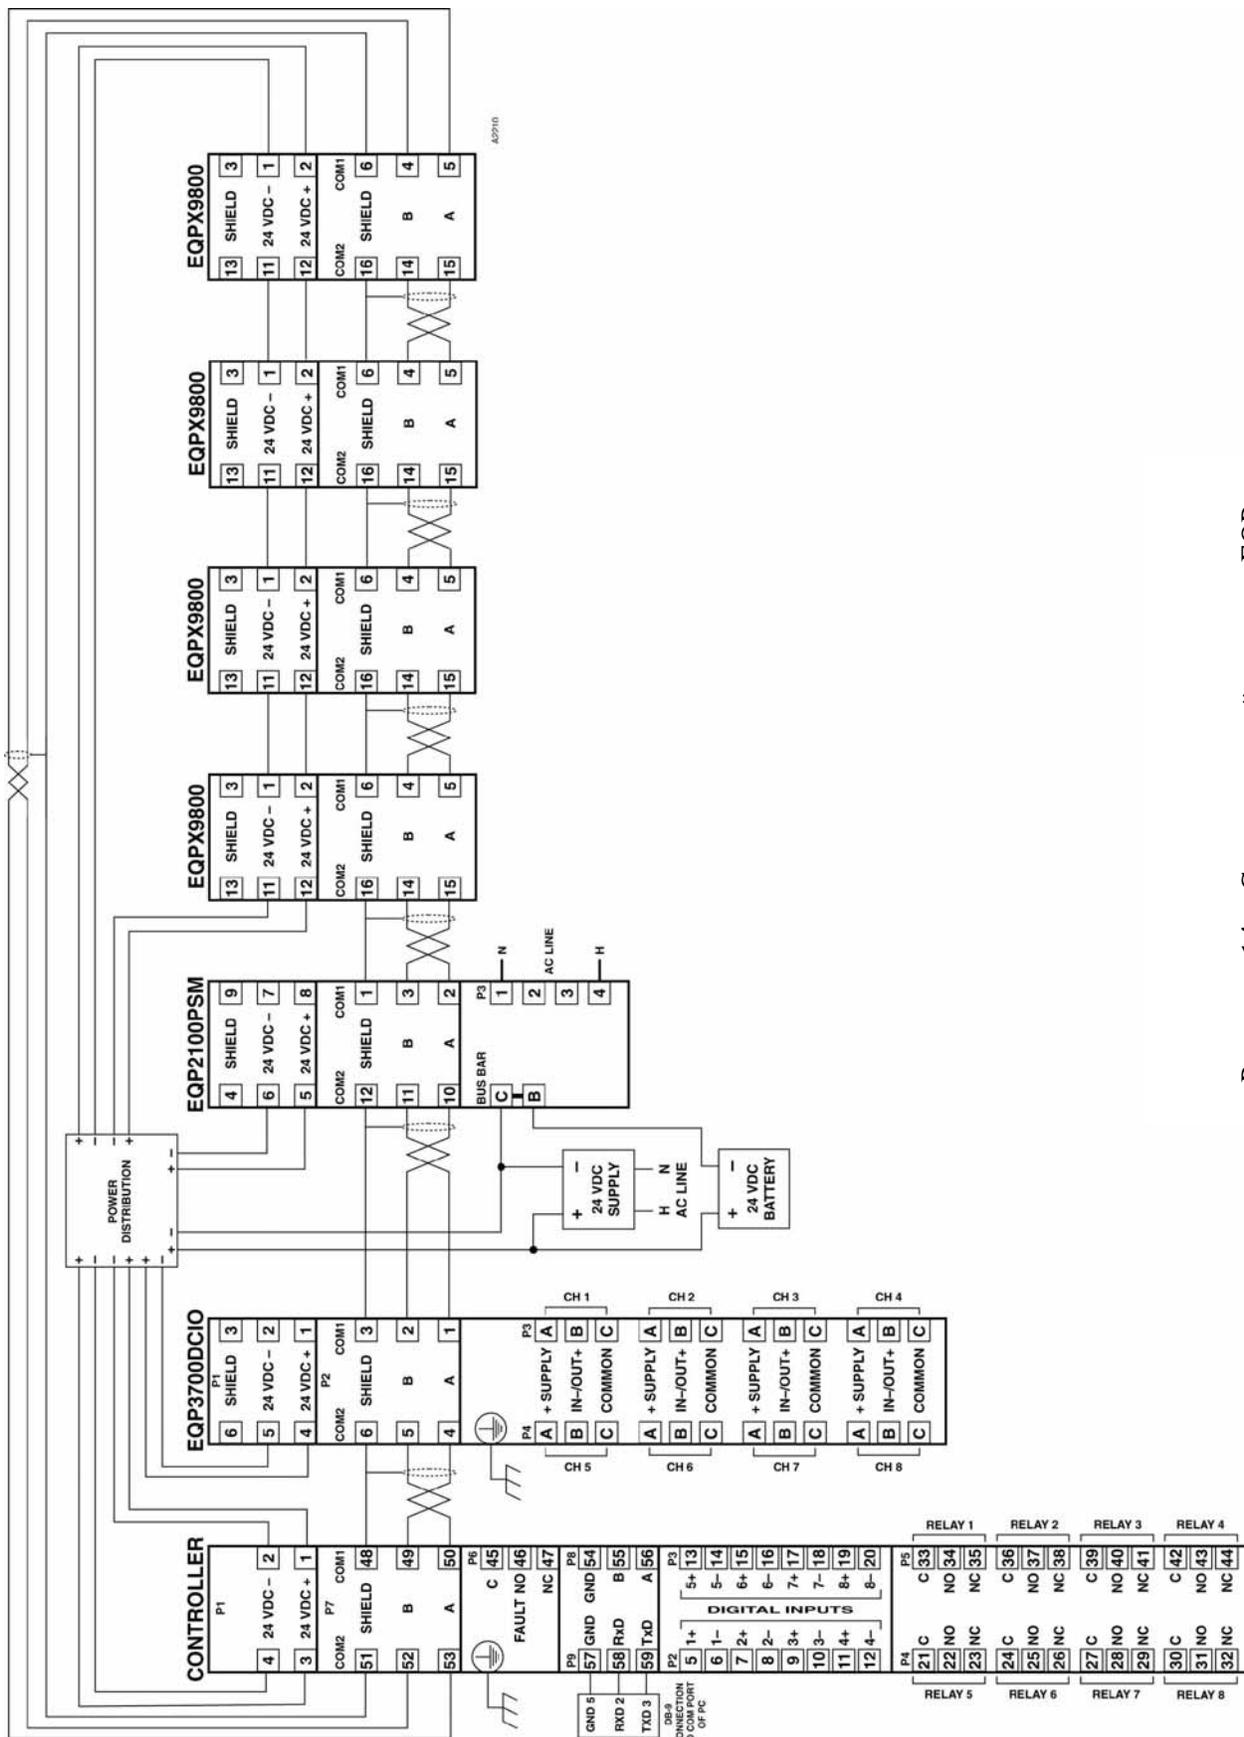

Рисунок 14 – Схема типовой системы EQF.
Для защиты от электромагнитных и радиочастотных помех требуется использование экранированных кабелей. При использовании экранированных кабелей, экран должен заземляться как показано на рис. 7 по 12, и рис.14. Проконсультируйтесь с заводом-изготовителем, если экранированный кабель не используется. В тех случаях, когда кабель укладывается в кабелепровод, этот кабелепровод не должен использоваться для прокладки проводов другого электрооборудования. При необходимости иметь возможность отключения напряжения питания следует обеспечить отдельное устройство прерывания питания.
3. Соединить экранные провода коммуникационного кабеля с земляной клеммой как показано на рис. 14.